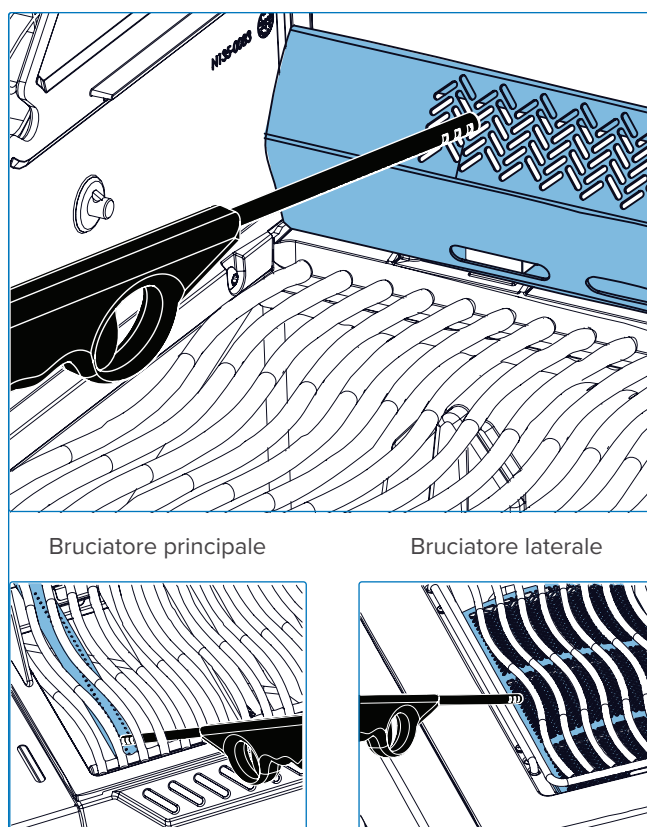

Fig. 8
3. Ruota la manopola del bruciatore corrispondente in senso antiorario fino alla posizione ALTA finché non si accende (**Fig. 8**).